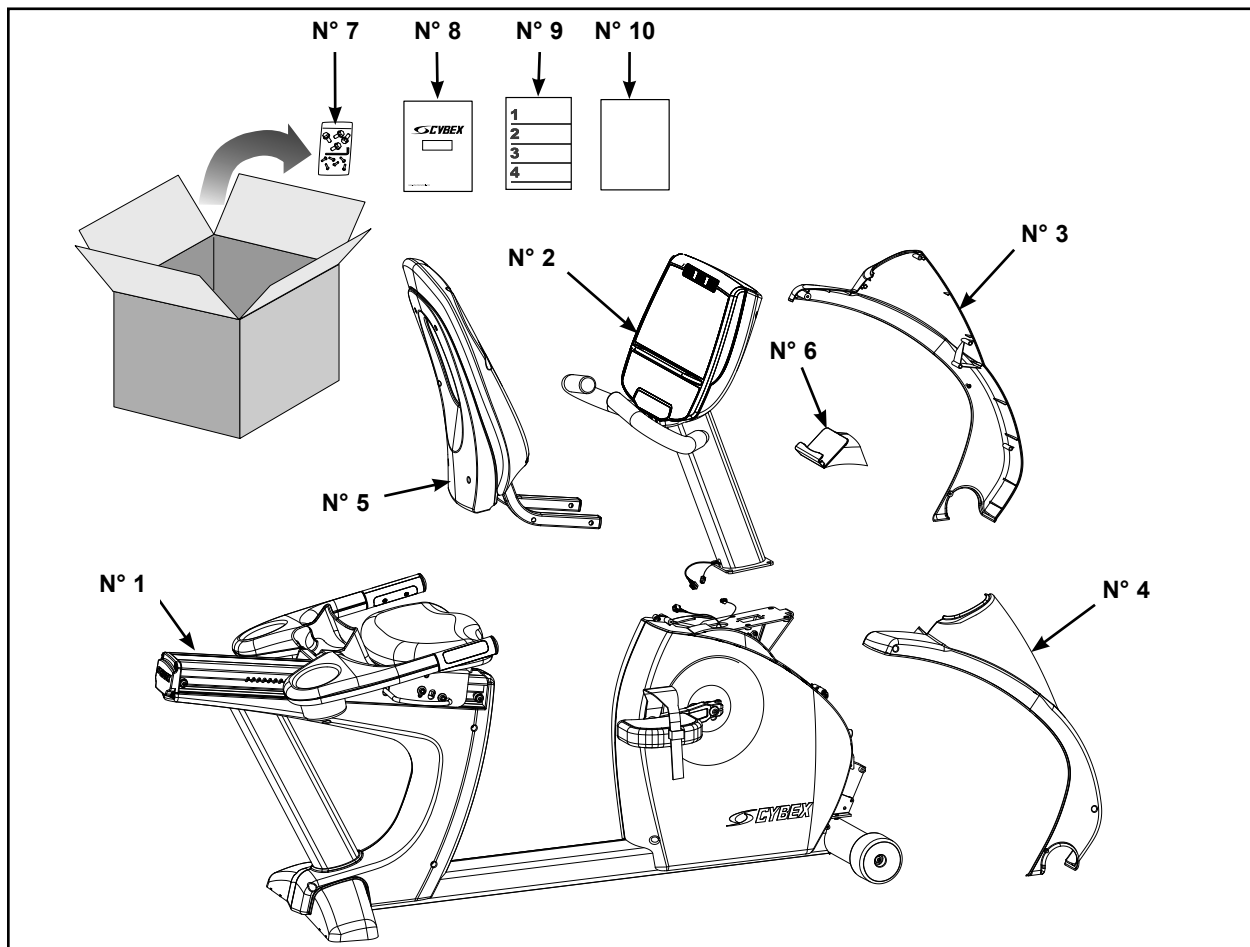

Figure 1a
A. Vérifiez si vous disposez des articles suivants. Reportez-vous aux figures 1a et 1b. Cochez les articles à mesure que vous les trouvez. En cas de pièce manquante, contactez le Service à la clientèle dont les coordonnées figurent au **Chapitre 5 - Service à la clientèle**.